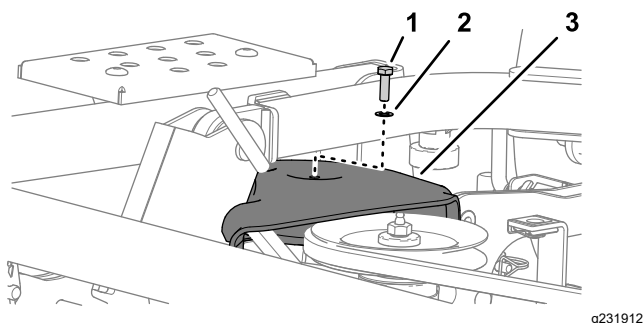

Figure 117
2. Retirez le boulon et la rondelle qui fixent le couvercle de poulie au plateau de coupe (Figure 117).
1. Placez le couvercle de poulie sur la poulie à l'extrême droite ; voir Figure 117 sous Dépose du couvercle de poulie \(page 80\).